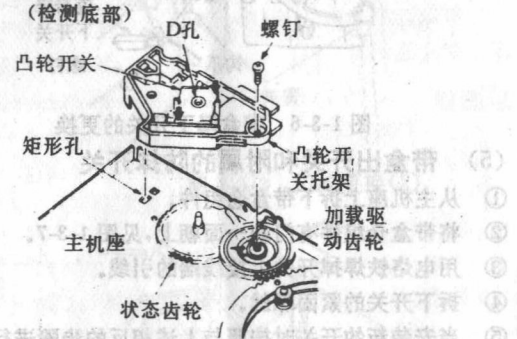

图1-3-28 张力带组件的更换
- ① 拆下供带弱刹车组件(图1-3-28)。
- ② 从张力臂上拆下张力弹簧。
- ③ 从主机座上拆下螺丝、张力臂和张力带组件。
- ④ 从张力臂上拆下张力带组件并更换之。
- ⑤ 清洗张力臂轴并加1~2滴油,当换新的张力带组件时按照与上述相反的步骤进行。
- ⑥ 当更换完成之后,检查张力杆的位置并进行调整(参照1-4-2节),检查反张力的大小(参照1-4-3节)。